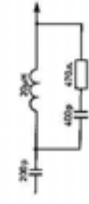

Fig. 16.
5.	$f = 1400 \text{ kHz}$, 30% mod., via dummies ant. fig. 16.